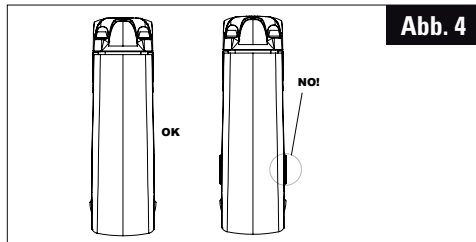

Abb. 4
Falls die Stöpsel (5 & 10) nach Blockierung mit dem angegebenen Anzugsmoment seitlich aus dem Vorbau-Gehäuse (4) (Abb. 4) herausragen, muss:
1. Die Schraube mit Doppelgewinde (9) vollständig ausgeschraubt werden, bis die Blockier-Stöpsel (5 & 10) voneinander getrennt sind.
Vor jeder Fahrt die Position der Blockier-Stöpsel (5 & 10) überprüfen. Falls diese Teile seitlich aus dem Vorbau-Gehäuse (4) herausragen, ist der richtige Anzug dieser Teile nicht länger gewährleistet, und die Schraube mit Doppelgewinde (9) (Abb. 4) muss unbedingt nachgezogen werden.